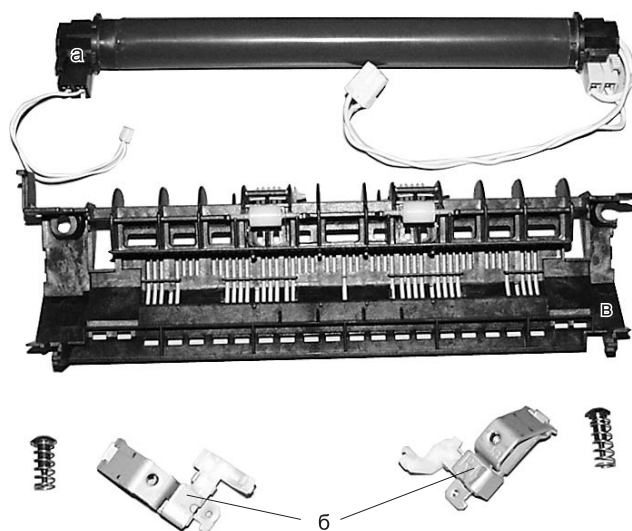

Рис. 2. Термоузел (fuser) (а); держатели-замки термоузла (б); крышка термоблока (в)
11. Снимаем защитную крышку термоблока. Аккуратно выкручиваем два болта с пружинами и, немного сдвинув крышку вправо, снимаем ее (см. рис. 2).
данные держатели справа и слева разные и имеют соответствующую маркировку (см. рис. 2).